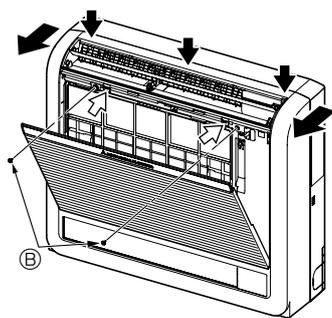
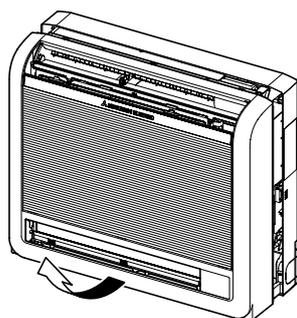

Fig. 3-3
Fig. 3-4
- ① Premere le 2 posizioni indicate dalle frecce ↔ e aprire la griglia anteriore. (Fig. 3-3)
- ② Aprire la griglia anteriore e rimuovere le due viti.
- ③ Aprire il vano orizzontale per l'uscita aria superiore, premere la parte superiore del pannello anteriore in tre punti e quindi tirare via la parte superiore della griglia dall'unità interna.
- ④ Sollevare la griglia anteriore per rimuoverla. (Fig. 3-4)